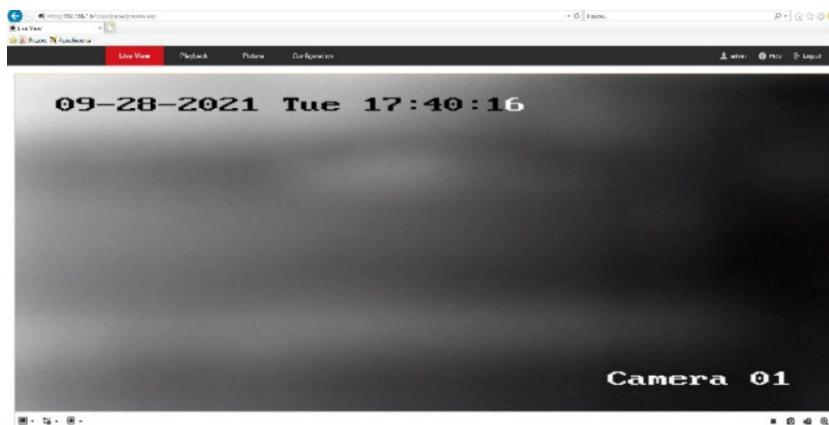

Рисунок 9 – Вывод изображения с тепловизора
- 5) Удостоверится в том, что на экран выводится меню настройки тепловизора (Рисунок 9).